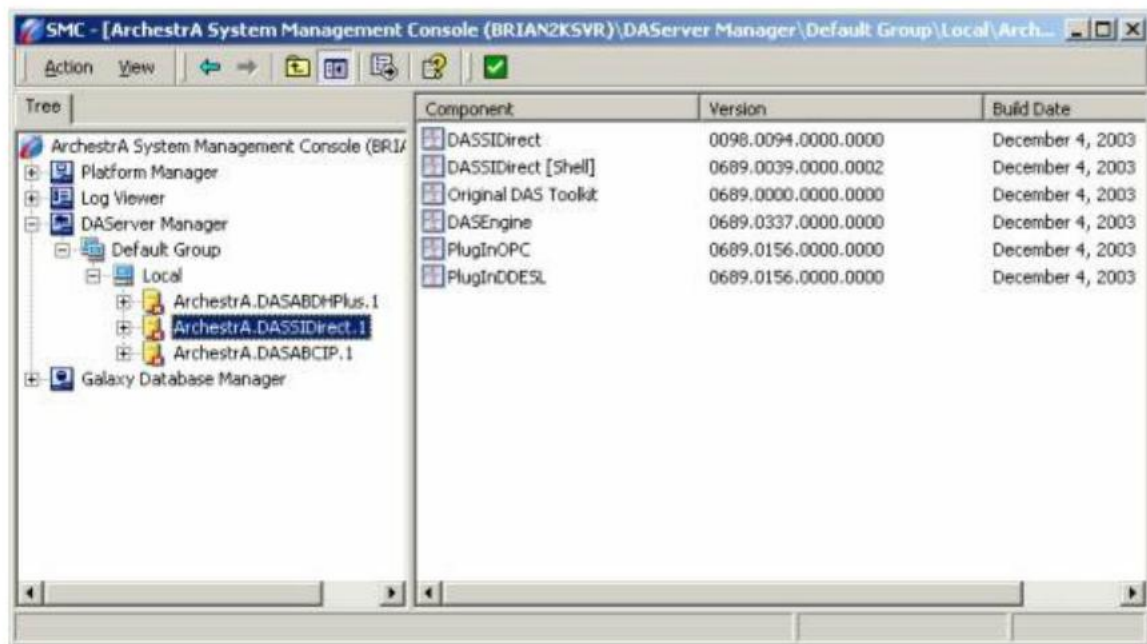

图 1. SMC 中的 DASSIDirect DAServer
3.在 ArchestrA System Management Console(SMC)中找到“DAServer Manager”树下的 SIDirect DAServer。在 Local 节点下，DAServer 名字是“ArchestrA.DASSIDirect.1”。见下图 1：